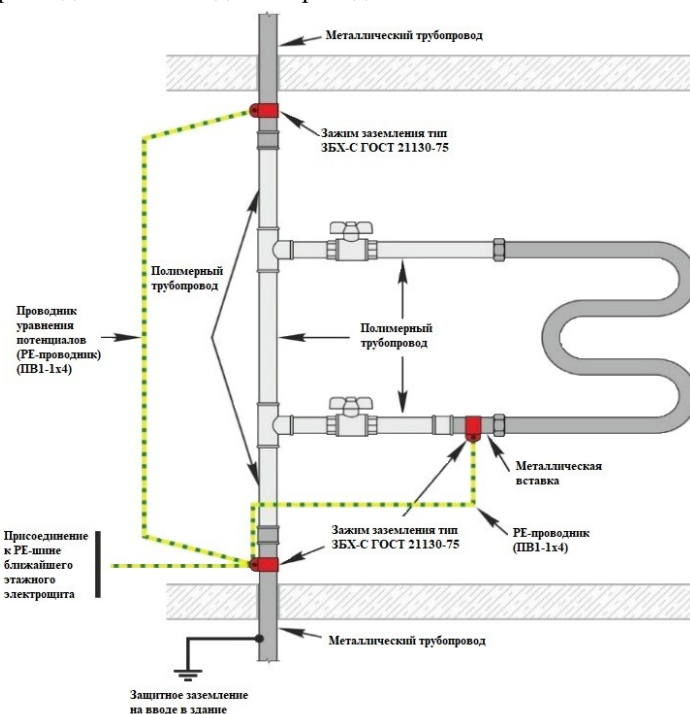

Рис. 5.
3. Если стояк комбинированный, требуется установка металлической вставки (например, бочонок или ниппель соответствующего диаметра) между шаровым краном и непосредственным присоединением полотенцесушителя. На вставку установить зажим заземления медным проводом сечением 4 мм² соединиться со стояком водоснабжения. Далее таким же проводом соединить между собой разорванные части металлического стояка. Затем от стояка проложить провод к РЕ-шине ближайшего электрощита (Рис. 5).